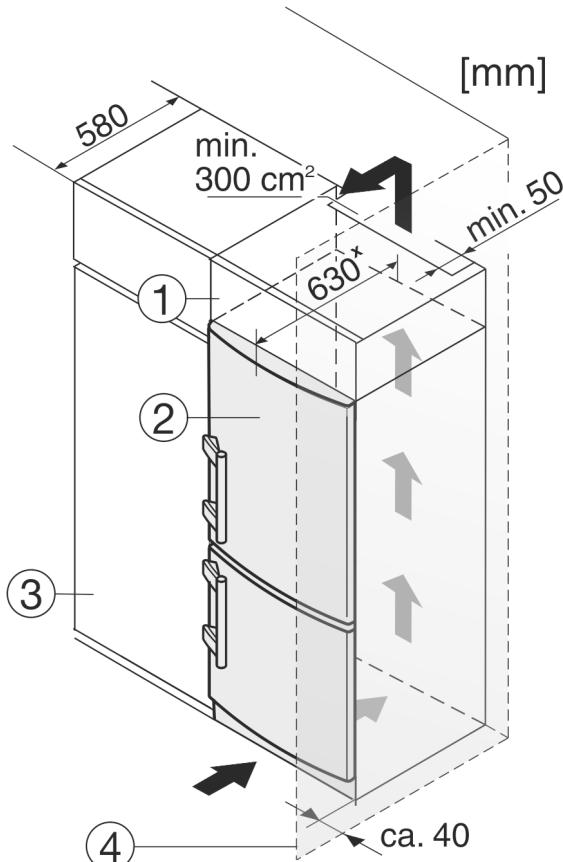

Fig. 9
(1) Дополнительный шкафчик
(2) Устройство
(3) Кухонный шкаф
(4) Стенка
Устройство может быть окружено предметами кухонной обстановки. Чтобы уравнять устройство Fig. 9 (2) по высоте с кухонной стенкой, можно установить над устройством соответствующий дополнительный шкафчик Fig. 9 (1).
При комбинировании с кухонными шкафами (глубина макс. 580 мм) устройство можно установить непосредственно рядом с кухонным шкафом Fig. 9 (3). Устройство выступает сбоку на 34 мм^x и по центру на 50 мм^x относительно передней стенки кухонного шкафа.
Если устройство установлено на шарнирах у стены Fig. 9 (4), то расстояние между устройством и стеной должно быть не менее 40 мм. Настолько выступает ручка при открытой дверце.